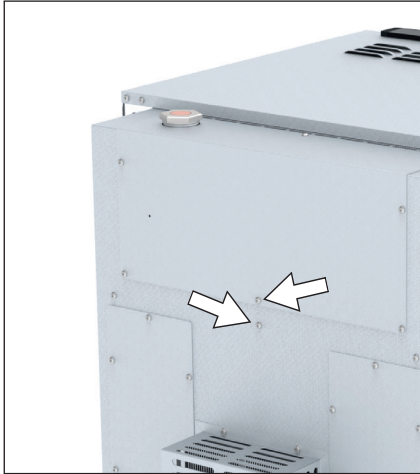

Abb. 15 Kippsicherung am Gerät
1. Schrauben an den beiden vorgesehenen Positionen lösen und Kippsicherung montieren (Abb. 15).
2. Kippsicherung zweimal um 90° nach oben biegen (Abb. 15).